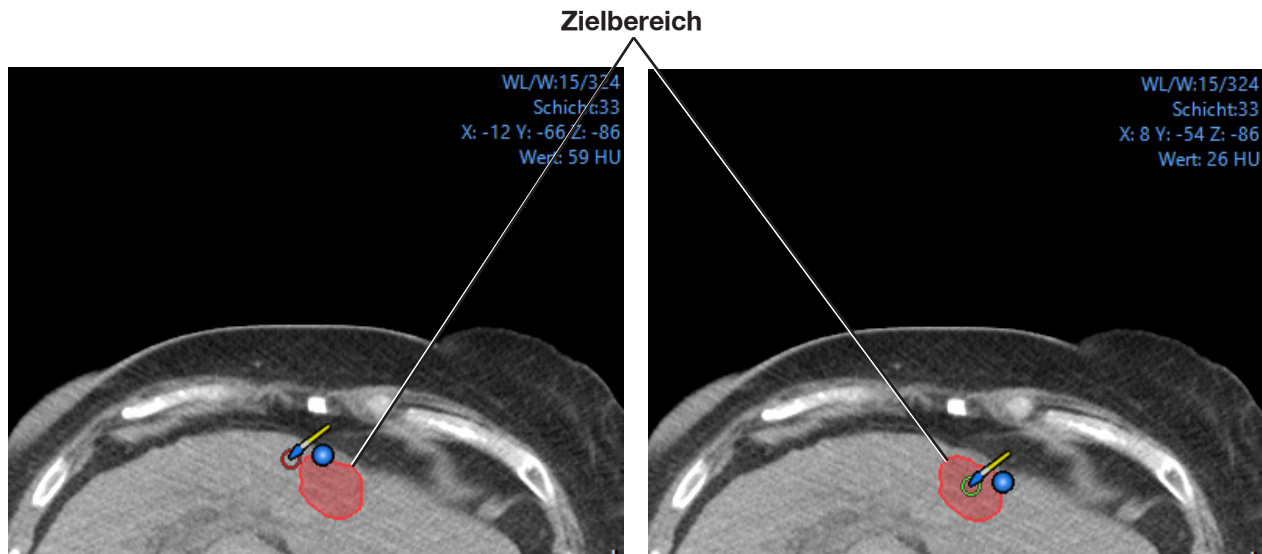

Abbildung 3-17: Verwendung des Bearbeitungswerkzeugs, um den Zielbereich zu verkleinern (linker Bereich) oder zu vergrößern (rechter Bereich).
12. Um Abschnitte des Ziels zu vergrößern, platzieren Sie den Mauszeiger im Zielbereich; ein grüner Kreis wird angezeigt. Halten Sie die Maustaste gedrückt und verwenden Sie den Mauszeiger, um den Kreis zu führen. Ziehen Sie den grünen Kreis langsam entlang des Rands des Ziels (Abbildung 3-17).